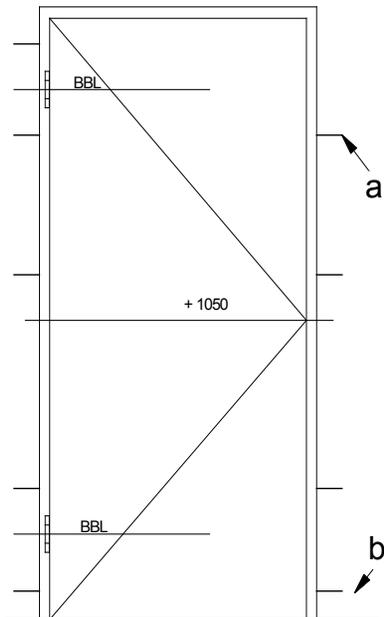

BILD 5
- Erforderliche Aussparungen in der Mauerleibung einbringen (DIN 18093) (Bild 5).